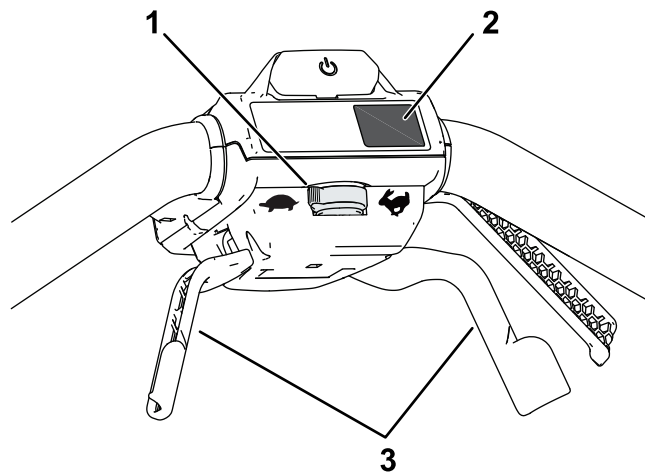

Figura 12
- Para regular a velocidade do movimento de autopropulsão, regule o controlo de velocidade (Figura 12).
- Para engatar a transmissão autopropulsora, puxe as pegas da transmissão autopropulsora contra a pega e segure-as (Figura 12).
Pressione o botão MAX sob o botão Ligar para configurar a máquina para a velocidade MAX (Figura 12).